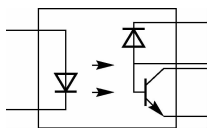

图 3-25 半导体管光耦合器
**练习:**利用“矩形”等命令,按图 3-25 所示绘制半导体管光耦合器符号。